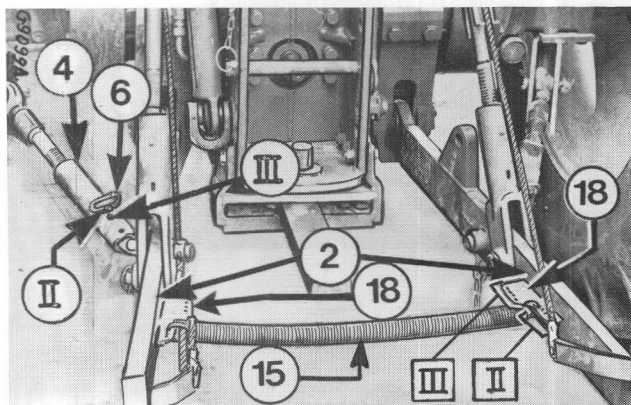

Figure 42
Suivant le type d'instrument utilisé engagez la cheville (6), Fig. 42 dans le trou (II ou III) et le ressort (15) dans les trous (II ou III) de la crémaillère (18).
NOTE : Le réglage de base des stabilisateurs (4) pour la catégorie 2 est de 478 mm (de pivot à pivot). Pour la transformation en catégorie 3, remplacez l'axe (6) Fig. 42.